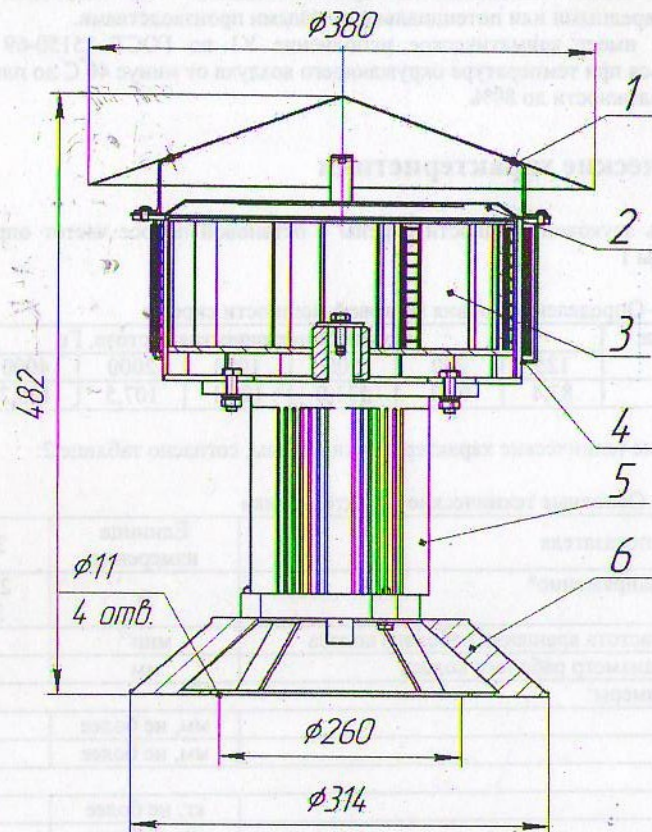

Рисунок 1
3.1 Сирена состоит из следующих основных узлов и деталей рисунок 1